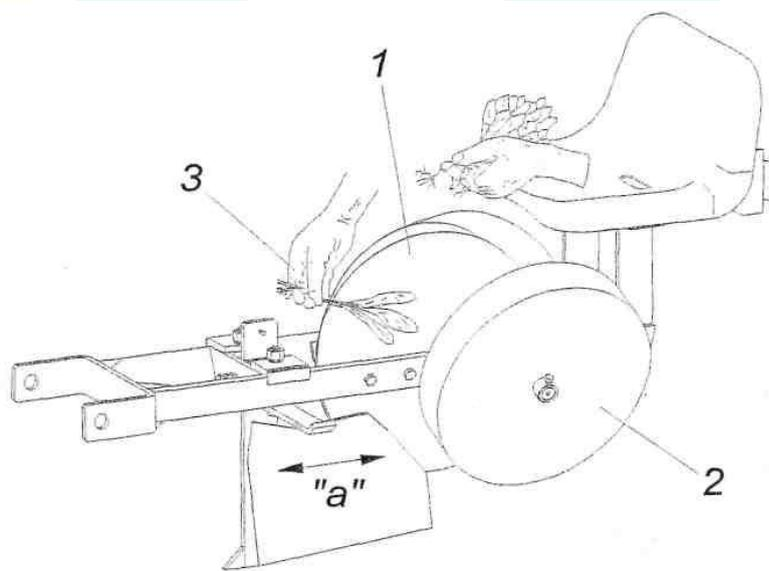

Рис. 9 Метод подачи рассады.
После подготовки сажалки к работе (установки ширины междурядий, расстояния между растениями в рядку, регулировки глубины посадки) на платформу ставятся ящики с рассадой. Рассада может также укладываться на платформу и без ящиков. Как в первом так и во втором случае рассада должна быть уложена правильно, корнями в одном направлении. Каждая из сажальщиц держит левой рукой ближе к высаживающему диску (1, рис. 9) пучок рассады, взятой с платформы. Правой рукой берется одиночное растение и выкладывается между дисков (1). Рассада выкладывается таким образом, листья дожились в направлении оси вращения дисков (корешками вверх).